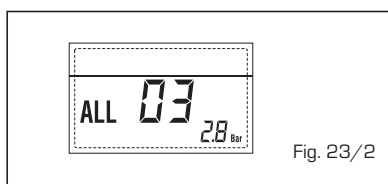

Fig. 23/2
- ANOMALÍA Sonda IDA CALEFACCIÓN "ALL 05" (fig. 23/4)